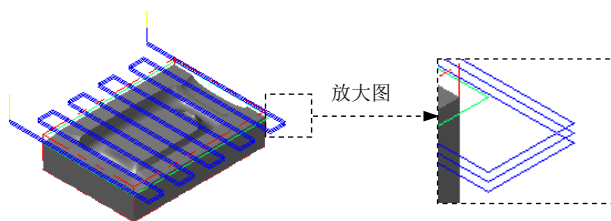

图 23.8 刀具路径
(1) 完成上步操作后，在“2D 刀具路径-平面铣削”对话框的刀具列表中双击该刀具，系统弹出“定义刀具-机床群组-1”对话框。
(2) 设置刀具号码。在“定义刀具-机床群组-1”对话框的 **刀具号码** 文本框中，将原有的数值改为 1。
(3) 设置刀具的加工参数。单击“定义刀具-机床群组-1”对话框中的 **参数** 选项卡，在 **进给率** 文本框中输入值 400.0，在 **下刀速率** 文本框中输入值 200.0，在 **提刀速率** 文本框中输入值 500.0，在 **主轴转速** 文本框中输入值 800.0。
(4) 设置冷却方式。在 **参数** 选项卡中单击 **Coolant...** 按钮，系统弹出“Coolant...”对话框，在 **Flood** (切削液) 下拉列表中选择 **On** 选项。单击该对话框中的 **✓** 按钮，关闭“Coolant...”对话框。
Step11. 单击“2D 刀具路径 - 平面铣削”对话框中的 按钮, 完成加工参数的设置, 此时系统将自动生成图 23.8 所示的刀具路径。